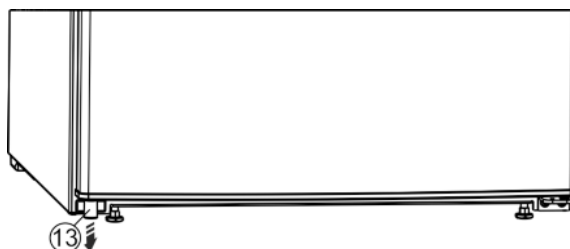

Fig. 4
- ▶ Dolje lijevo izvadite razmačnik Fig. 4 (13) iz vrata.